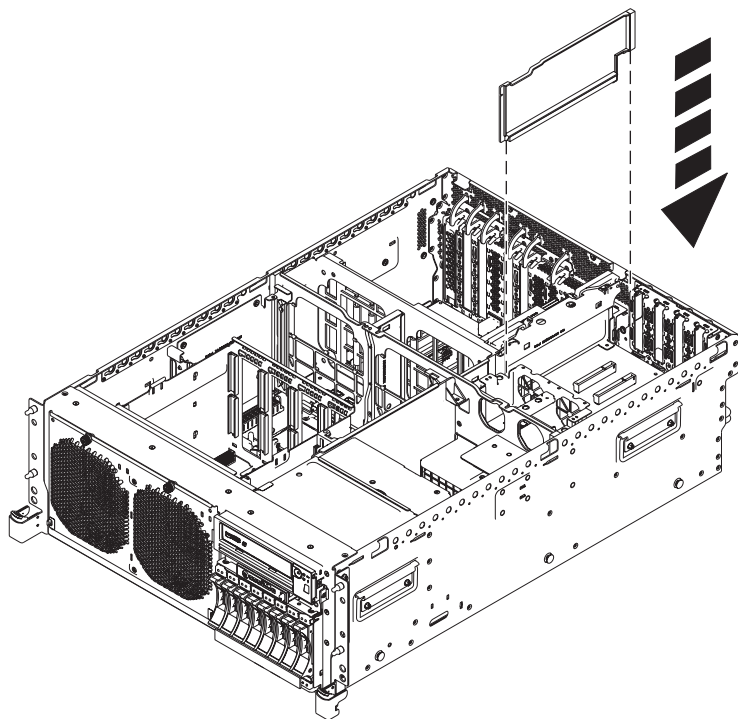

Figure 42. Installation d'une grille d'aération de carte d'extension dans une unité centrale montée en armoire
16. Si vous n'envisagez pas d'installer une autre carte d'extension dans l'emplacement vacant, insérez une grille d'aération en plastique noir comme indiqué à la figure 42, à la page 52.